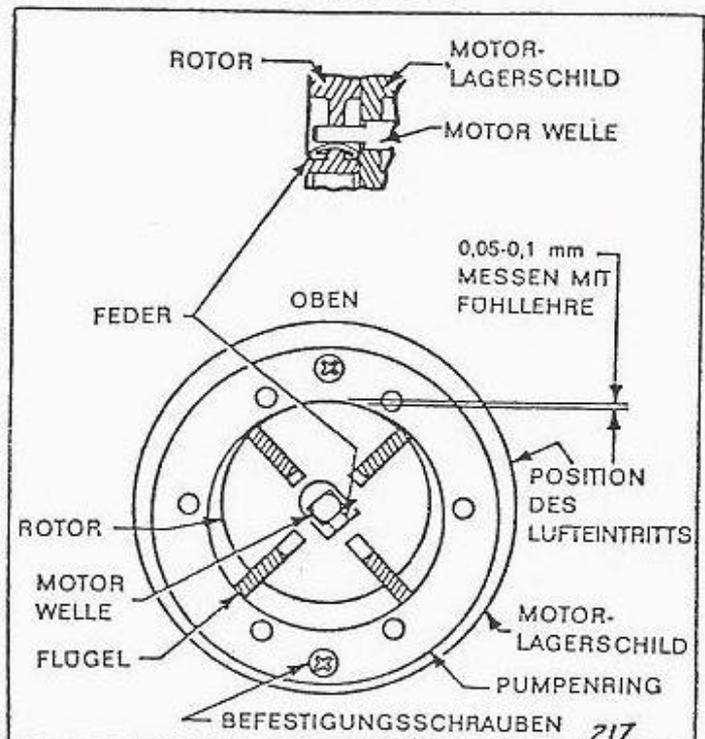

Bild 9
a) Legen Sie die Feder in den Rotor (Bild 9) und schieben beides auf die Motorwelle, anschließend montieren Sie den Gehäuse ring.
b) Richten Sie den Gehäuse ring so, daß der engste Luftspalt (oben) ca. 0,05 bis 0,1 mm beträgt (Bild 9). Den Luftspalt messen Sie mit einer Fühllehre. Drehen Sie den Motor von Hand durch, er muß frei auslaufen. Ziehen Sie die Gehäuseschrauben fest an.